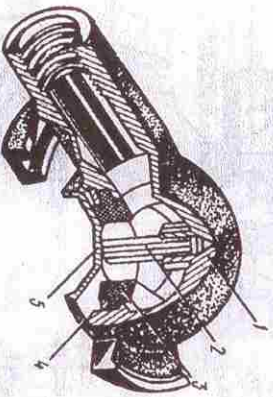

Рис. 11. Головка соединительная типа «Б»: 1 — корпус; 2 — сепаратор; 3 — колпачок уплотнительный; 4 — тарелка привода; 5 — крышка
4.7.3. Головка соединительная типа «Б» (рис.11) предназначена для соединения воздуховодов прицепа и трактора. Перед соединением головок прицепа и трактора откройте крышку головки трактора. Перед соединением головок прицепа и трактора разобщительного крана на тракторе, продуйте головку. Затем закройте разобщительный кран, откройте крышку головки прицепа и соедините головки прицепа и трактора, вновь откройте разобщительный кран для подвода воздуха к прицепу.